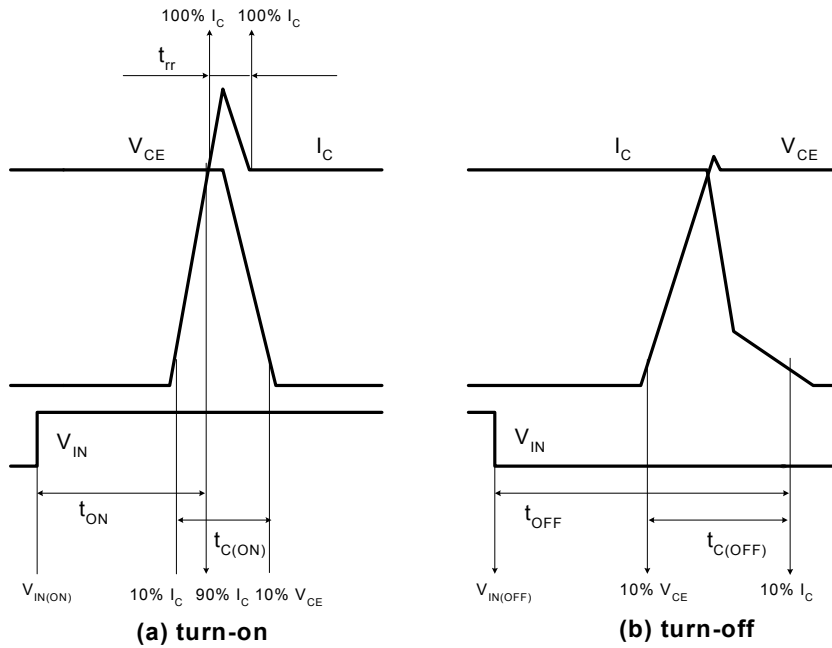

图 4. 开关时间的定义
3.  $t_{ON}$  和  $t_{OFF}$  包括模块内部驱动 IC 的传输延迟时间。 $t_{C(ON)}$  和  $t_{C(OFF)}$  指在内部给定的栅极驱动条件下, IGBT 本身的开关时间。详细信息, 请参见图 4。